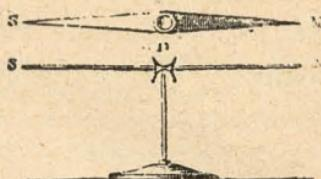

Fig. 191.—Aguja imantada.
3. **Aguja imantada.**—Una aguja imantada (fig. 191) colocada en su parte media sobre un eje, se orienta en una dirección constante que poco más ó menos es la dirección de N. á S.